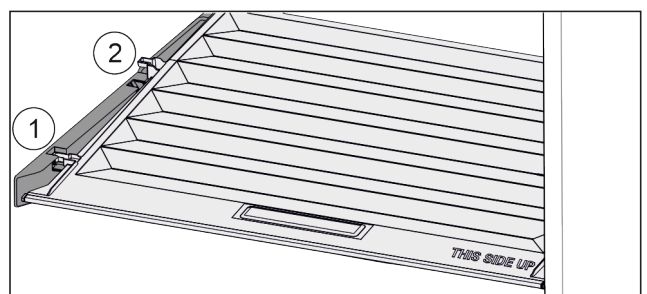

Fig. 35
- ▶ Deksel tot de opening in de vasthouddelen naar voren trekken Fig. 35 (1).
- ▶ Aan de achterkant vanaf de onderkant omhoog tillen en vanaf de bovenkant verwijderen Fig. 35 (2).